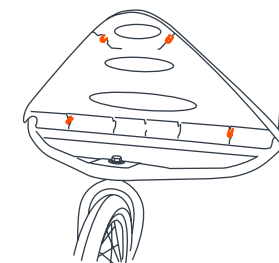

Fig. 5a
5) Examiner le bas du pare-chocs. Vous remarquerez cinq tubes de plastique de 1/4 de pouce de diamètre qui saillent de la base (Fig. 5a).